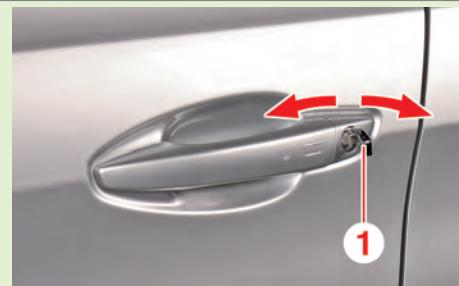

Fig.3
- Insérer la clé (1) dans la serrure, au niveau de la poignée extérieure de la porte conducteur (Fig.3).